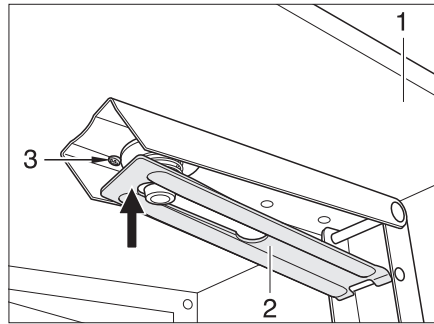

Bild 61 Stütze Sitzbankverlängerung
- Die Sitzbankverlängerung (Bild 61,1) nach oben klappen. Die Stütze (Bild 61,2) rastet selbsttätig ein.
- Die Stütze (Bild 61,2) gegen den Widerstand der Spiralfeder (Bild 61,3) in Pfeilrichtung nach oben drücken. Die Sitzbankverlängerung ist entriegelt.